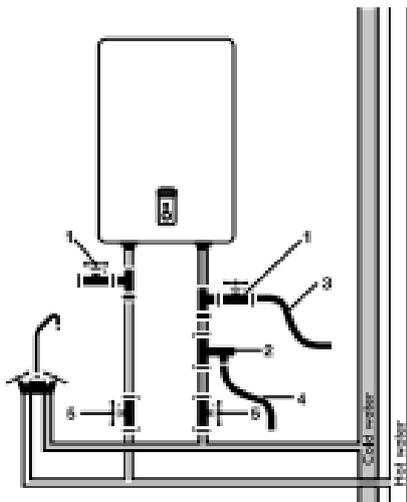

Abbildung 5
- Schließen Sie den Ablaufschlauch (Pos. 3 in Abb. 5) an das Absperrventil an. An der Abzweigung wird Kaltwasser zum Warmwasserbereiter zugeführt und dort in die Kanalisation bzw. zum Abfluss geleitet.
Um Undichtigkeiten beim Anschluss der Rohrleitung an die Gewindeenden der Aussparung zu vermeiden, ist der Einbau von Vollgummidichtungen erforderlich. Wenn eine Wasserversorgungsanlage für mehrere Wasserbrunnen realisiert werden muss, ist die Anschlussmethode (siehe Abb. 5) zu verwenden.